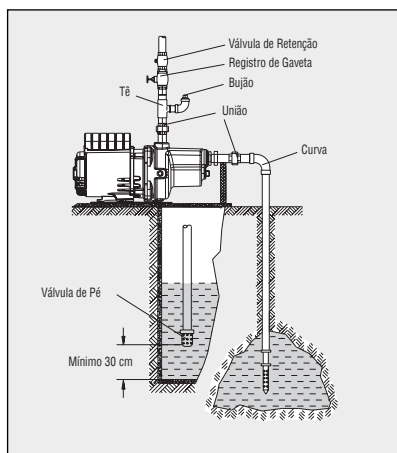

Figura 9 - Exemplo de instalação da Motobomba Versajet
⑥ Recomendações específicas adicionais para a Motobomba Versajet (Figura 9 e 10):